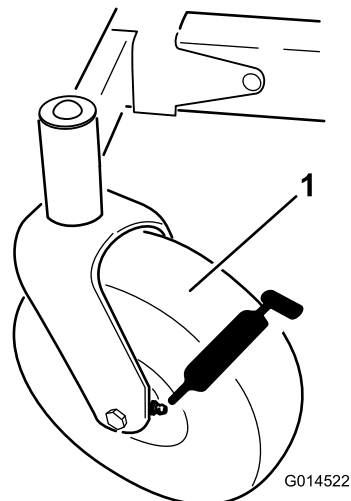
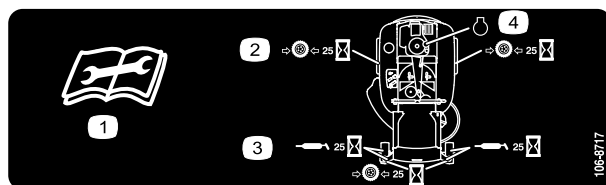

Bild 34
Bild 35
3. Reinigen Sie die Schmiernippel (Bild 34 und Bild 35) mit einem Lappen. Kratzen Sie bei Bedarf Farbe vorne von den Nippeln ab.
4. Setzen Sie die Fettpresse nacheinander an allen Nippeln an (Bild 34 und Bild 35). Fetten Sie